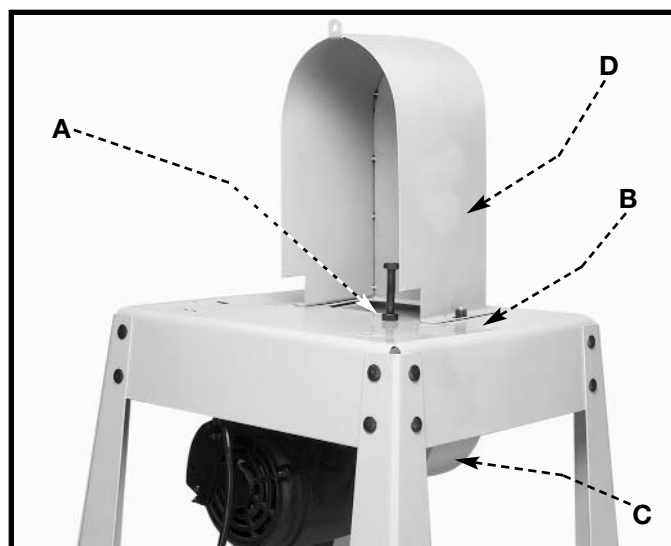

Fig. 16
26. Enrosque el tornillo de cabeza hexagonal M8 x 1.25 x 80 mm en el agujero (A) Fig. 16 que está en la parte superior de la base de soporte.
28. Introduzca los dos espárragos roscados en el protector de la polea inferior (C) Fig. 16 a través de los dos agujeros de la parte superior de la base de soporte (B).
29. Alinee los dos agujeros del protector de la polea superior (D) Fig. 16 con los dos espárragos roscados del protector de la polea inferior (C). Coloque el protector de la polea superior sobre los espárragos del protector de la polea inferior.